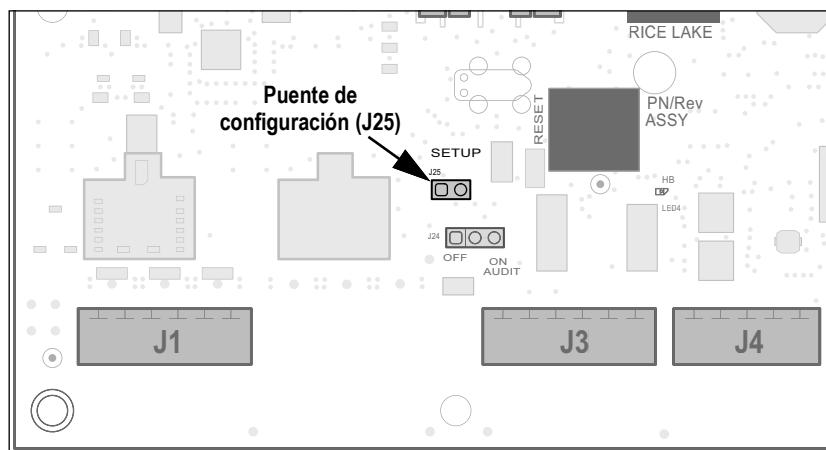

Figura 4-1. Ubicación del puente de configuración en la placa CPU
1. Acceda al modo de configuración a través del puente de configuración (Figura 4-1 en la página 29). Se muestra **CONF**.